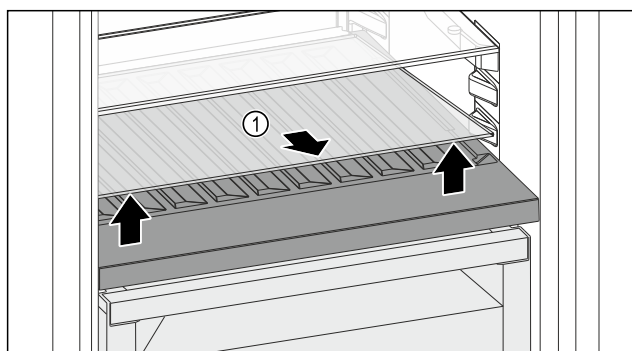

Fig. 162
- ▶ 抬起前部槽上的玻璃隔板 Fig. 162 (1) 并取出。
- ▶ 将玻璃隔板 Fig. 162 (1) 稳妥地放在冰箱外。